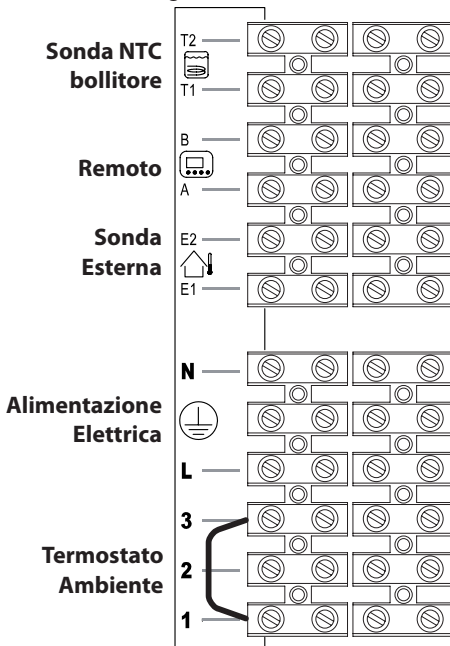
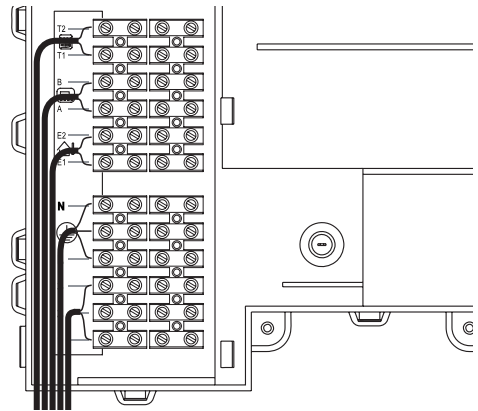
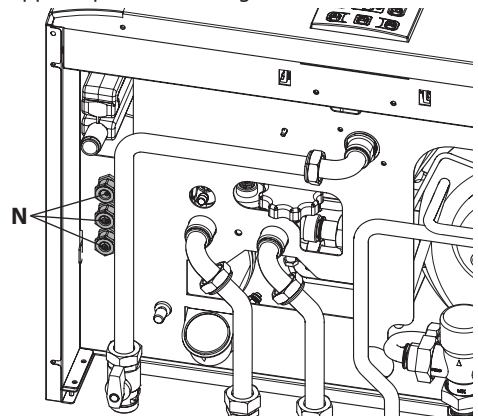

Figura 5.19
Figura 5.20
Figura 5.21
- Collegare il cavo di alimentazione elettrica proveniente dall'interruttore onnipolare alla morsetteria di alimentazione elettrica della caldaia Figura 5.19 rispettando la corrispondenza della
Il percorso del cavo o dei fili di alimentazione elettrica della caldaia e del termostato ambiente devono seguire il percorso indicato in Figura 5.20.
Far fuoriuscire i cavi dalla caldaia utilizzando gli appositi pressacavi **N** (Figura 5.21).
Per il collegamento di un termostato ambiente servirsi dei morsetti indicati in Figura 5.19.
Per il collegamento di valvole di zona servirsi dei morsetti termostato ambiente indicati in Figura 5.19 e Figura 5.20. I conduttori elettrici dei contatti del micro della valvola di zona vanno inseriti
nei morsetti "1 e 3" della morsettiera termostato ambiente come in Figura 5.20.
Il percorso dei fili di collegamento della sonda esterna devono seguire il percorso indicato in Figura 5.20.
Il percorso del cavo del comando remoto deve seguire il percorso indicato in Figura 5.20. Far fuoriuscire i cavi dalla caldaia utilizzando gli appositi pressacavi **N** (Figura 5.21).